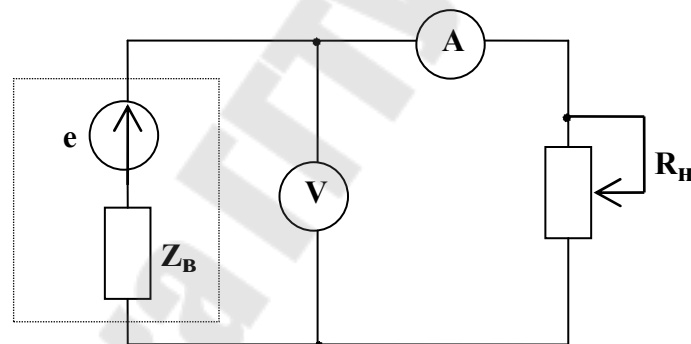

Рис.1.5
5. Для снятия (внешней) ВАХ источника переменного напряжения необходимо собрать схему рис.1.5.